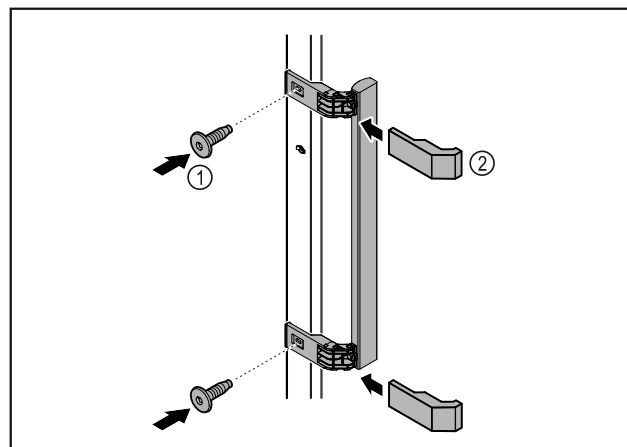

Fig. 3
- ▶ Rokturi no atsevišķā piederumu iepakojuma ar klāt pievienoto skrūvju Fig. 3 (1) palīdzību piestipriniet pie durvīm.
- ▶ Uzlieciet pārsegu Fig. 3 (2).